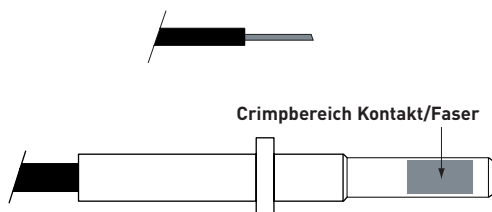

Bild 3 - Crimpbereich Kontakt/Faser Buchse
- Für den Buchsenkontakt: Rückwärtiges Ende des Kontakts abschrauben, Innenteil herausnehmen, in Bild 3 ist der Crimpbereich markiert (Vorderseite des Kontakts).